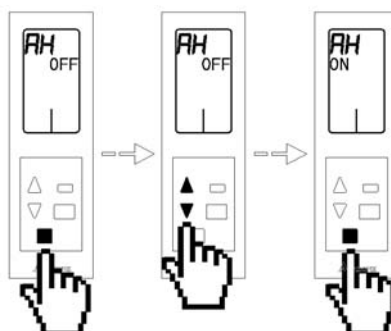

Fig. 111
- **Función Antihielo AH:** Esta función evita que la zona adquiera una temperatura ambiente por debajo de los 12°C aunque la zona esté apagada. Esta función está disponible en modos de calor $\odot$ $\bullet$ $\odot$. En caso que el sistema esté en STOP STOP no se activará. Por defecto viene desactivada **OFF** si desea activar esta opción, realice una pulsación sobre el botón de confirmación $\square$, el valor del menú se pondrá a parpadear, esto indica que estamos dentro del menú. Utilice las flechas Δ ∇ para seleccionar la opción **ON** y pulse el botón de confirmación $\square$. Si desea salir del menú pulse el botón salir $\square$ para volver al menú anterior. (Fig. 111)